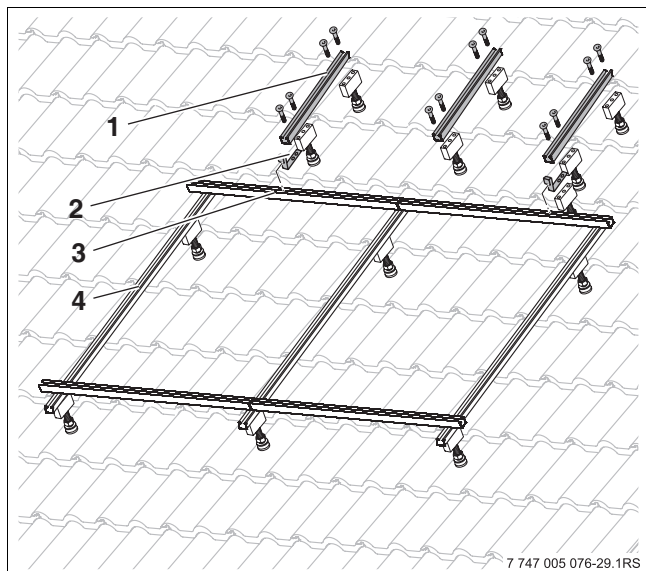

Bild 51 Profilschienen Speicher befestigen
- Mittlere Profilschiene-Speicher (Bild 51, [1]) auf des Steckverbinder-TSS an der mittleren Profilschiene-Kollektor aufstecken und mit Schrauben M8x20 und Muttern M8 verschrauben.
- Positionswinkel (Bild 51, [2]) an den seitlichen Profilschienen Speicher [1] mittels Schraube und Mutter anschrauben.
- Die beiden seitlichen Profilschienen-Speicher (Bild 51, [1]) in die Profilschiene FD/ÜD [3] einhängen.
- Profilschienen-Speicher (Bild 51, [1]) jeweils mit zwei Schrauben am Haltebock befestigen.